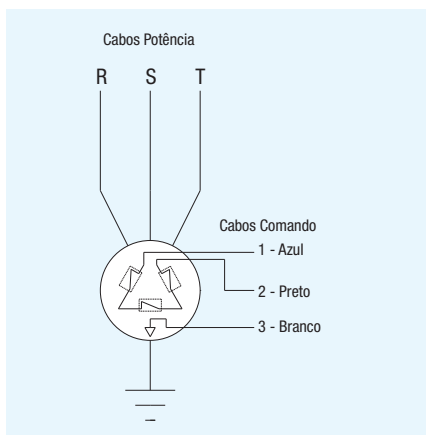

Figura 12 - Diagrama do motor
- O recuo de partida (indicado na plaqueta com “reação”, figura 12) deve ser no sentido anti-horário quando visto de cima, a partir da tampa do motor. Se isto não ocorrer, solicite para um profissional habilitado inverter a posição dos fios de ligação.